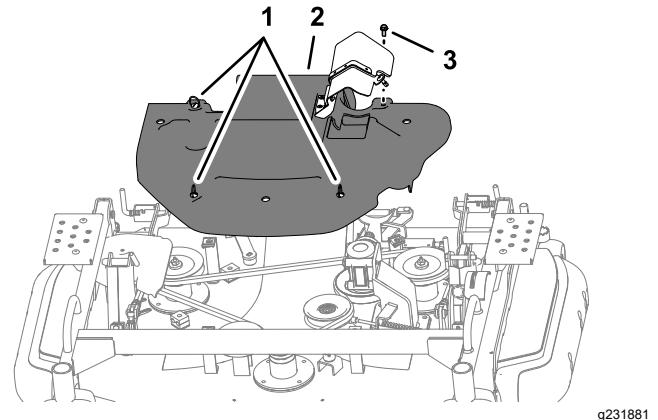

Bild 116
2. Lockern Sie die Schraube (Bild 116).
1. Drehen Sie die Viertelumdrehungsbefestigungen nach links (Bild 116).
1. Fluchten Sie die Viertelumdrehungsbefestigungen der Riemenabdeckung mit den Clipmuttern am Mähwerk aus, siehe Bild 116 in Entfernen der Riemenabdeckung \(Seite 81\).
3. Befestigen Sie die Schraube in der Riemenabdeckung an der Clipmutter des Mähwerks, siehe Bild 116 in Entfernen der Riemenabdeckung \(Seite 81\).